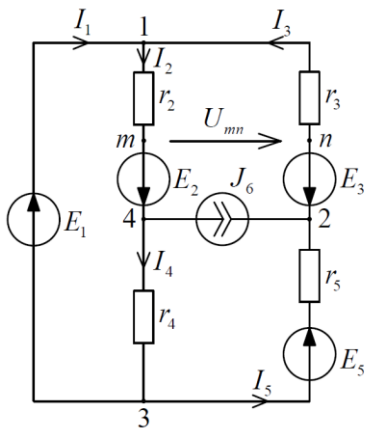

Рис. 1.1
**Задача 1.** На рис. 1.1 изображён граф для электрической цепи, представленной на рис. 2. Направления ориентации ветвей графа совпадают с условными положительными направлениями токов в ветвях цепи. В первой вырожденной ветви с заданным источником